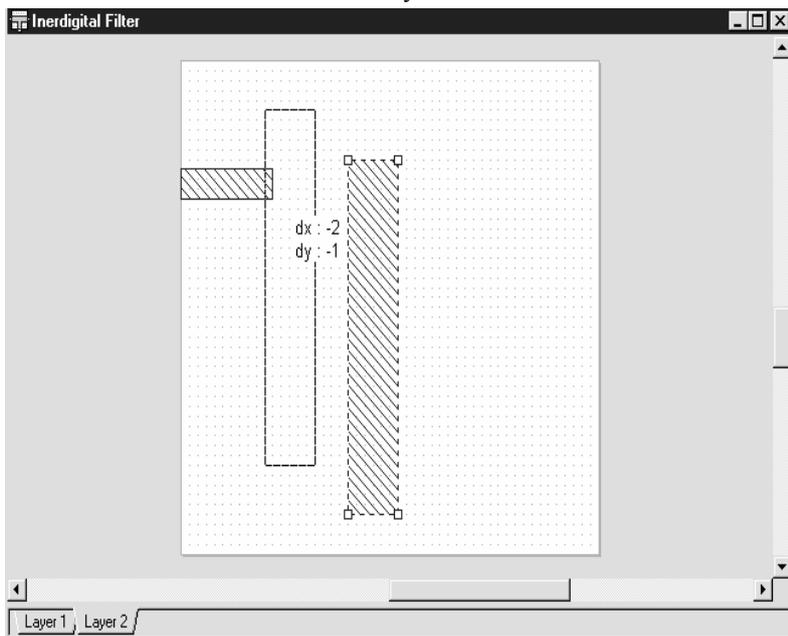

Рис. 4.6
4. Нажмите клавишу **Tab** снова, чтобы открыть диалоговое окно **Enter Coordinates**. Установите флажок в переключателе **Re**, чтобы активизировать относительные координаты. Введите **2.2** в поле **dx**, **0.6** в поле **dy** и нажмите **OK**. Проводник прямоугольного сечения отображается в окне электромагнитной структуры (Рис. 4.6).
координаты. Введите **1.2** в поле **dx**, **7.2** в поле **dy** и нажмите **ОК**. Второй проводник прямоугольного сечения отображается в окне электромагнитной структуры (рис. 4.6).
8. Щёлкните левой кнопкой мышки по второму проводнику в окне электромагнитной структуры. Квадратные площадки появятся в углах проводника (рис. 4.6).
11. Не отпуская кнопки мышки, двигайте курсор, пока значения dx и dy не будут отображать $dx:-2$ и $dy:-1$ (рис. 4.6). При этом отпустите кнопку мышки, чтобы зафиксировать проводник.